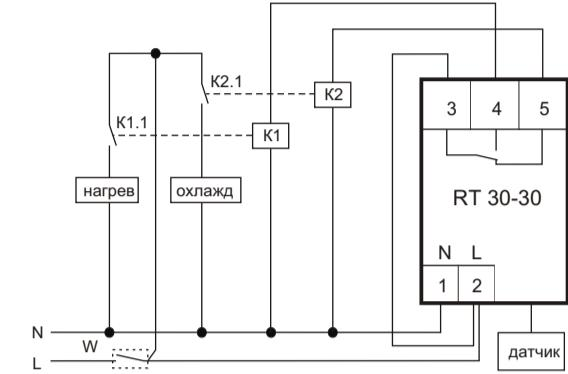

Рис. 3: схема подключения нагрузки мощностью более 4,0 кВт к устройству
7.3. В случае, если мощность нагрузки более 4,0 кВт, то нагрузка подключается к изделию через контактор соответствующей мощности и проводом соответствующего сечения (см. рис.3).